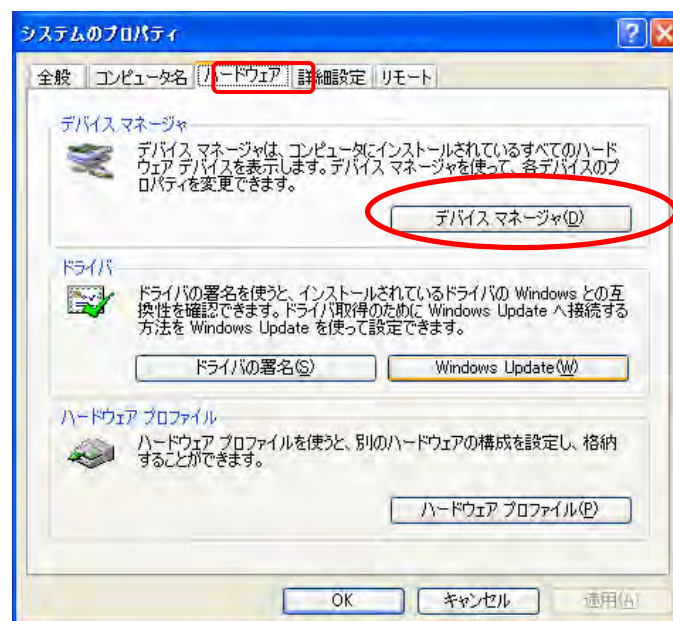

Fig. 4.6 システムのプロパティ
【パフォーマンスとメンテナンス】から【システム】を選択し、【システムのプロパティ】(Fig. 4.6) を表示します。
【システムのプロパティ】上段のメニューの中から【ハードウェア】を選択し、【デバイスマネージャ (D)】を開きます（Fig. 4.6）。